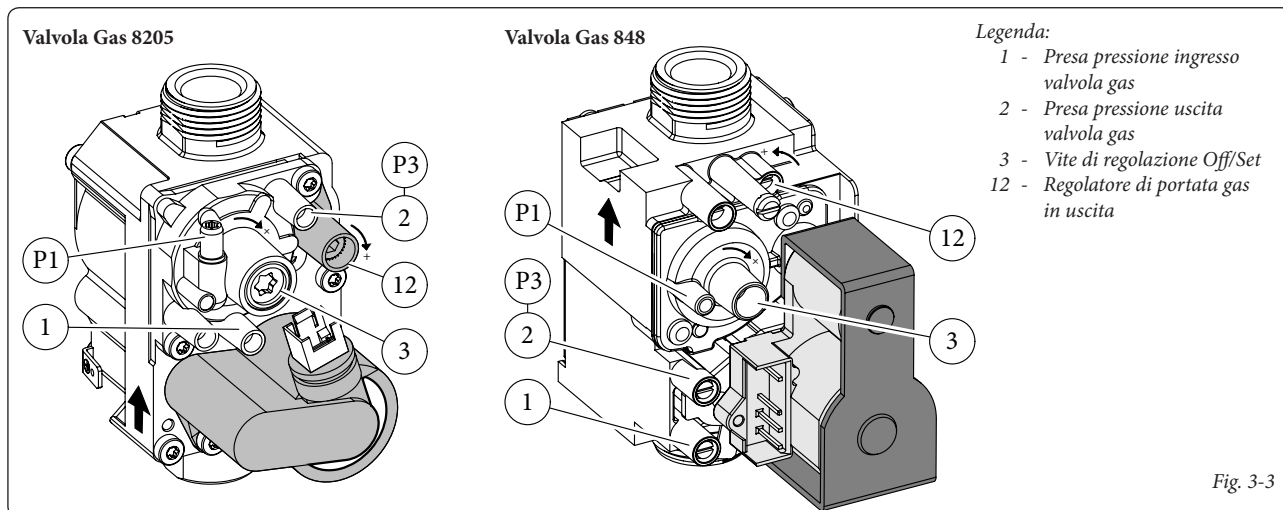

Fig. 3-3
Entrare in fase spazzacamino senza effettuare prelievi di acqua sanitaria e portare i selettore riscaldamento al minimo (ruotarlo senso antiorario fino a visualizzare "0" sul display). Per avere un valore esatto della CO₂ nei fumi è necessario che il tecnico inserisca fino in fondo la sonda di prelievo nel pozzetto, quindi verificare che il valore di CO₂ sia quello indicato nella tabella seguente, in caso contrario regolare sulla vite (3 Fig. 3-3) (regolatore di Off-Set). Per aumentare il valore di CO₂ è necessario ruotare la vite di regolazione (3) in senso orario e viceversa se si vuole diminuire.
Al termine della regolazione della CO₂ minima mantenendo la funzione spazzacamino attiva portare il selettore riscaldamento al massimo (ruotarlo in senso orario fino a visualizzare "99" sul display). Per avere un valore esatto della CO₂ nei fumi è necessario che il tecnico inserisca fino in fondo la sonda di prelievo nel pozzetto, quindi verificare che il valore di CO₂ sia quello indicato nella tabella seguente, in caso contrario regolare sulla vite (12 Fig. 3-3) (regolatore portata gas). Per aumentare il valore di CO₂ è necessario ruotare la vite di regolazione (12) in senso orario per la valvola gas 8205 e in senso antiorario per la valvola del gas 848 e viceversa se si vuole diminuire.